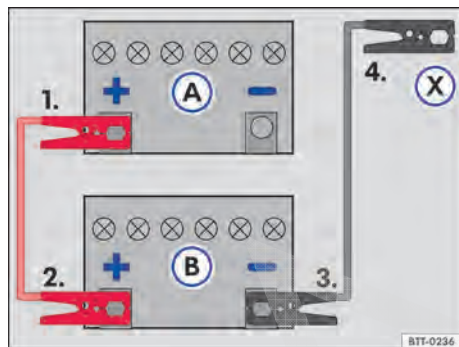

Fig. 154 Esquema para a conexão dos cabos auxiliares de partida: bateria do veículo descarregada (A) e bateria do veículo fornecedora de corrente (B).
Legenda para → Fig. 154:
- Conectar uma extremidade do cabo auxiliar de partida **vermelho** ao polo positivo → Fig. 154 (+) do veículo com a bateria do veículo descarregado (A) → ⚠.